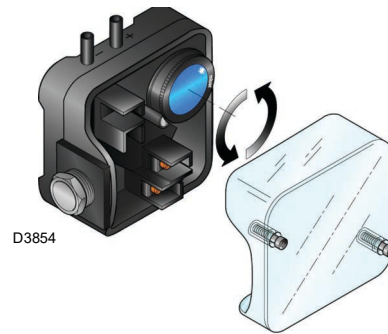

Abb. 34
- Stellen Sie den Luftdruckwächter (Abb. 34 auf Seite 32) auf den Skalenanfangswert ein.
Führen Sie die Einstellung des Luftdruckwächters aus, nachdem alle anderen Einstellungen des Brenners bei auf den Skalenanfang eingestellten Luftdruckwächter vorgenommen wurden (Abb. 34).